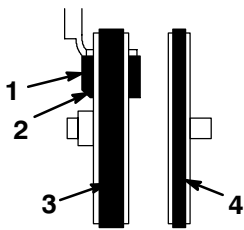

Bild 29
15. Achten Sie darauf, dass die Bremsbacke richtig am Bremsarm installiert ist. Positionieren Sie den abgewinkelten Schnitt an der Bremsbacke wie in Bild 29 dargestellt.
12. Achten Sie darauf, dass die Bremsbacke richtig am Bremsarm installiert ist. Positionieren Sie den abgewinkelten Schnitt an der Bremsbacke wie im Bild 29 dargestellt.